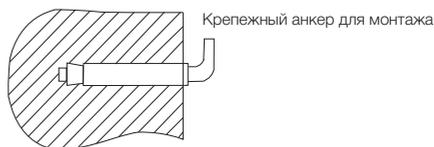

Рис. 2
2. После выбора места монтажа определите места под два крепежных болта с крючками (в зависимости от спецификаций выбранного изделия). Прорежьте в стене два отверстия необходимой глубины с помощью сверла размером, соответствующим размеру крепежных болтов, вставьте винты, поверните крюк вверх, плотно затяните гайки, а затем установите на него электрический водонагреватель (см. рис. 2).